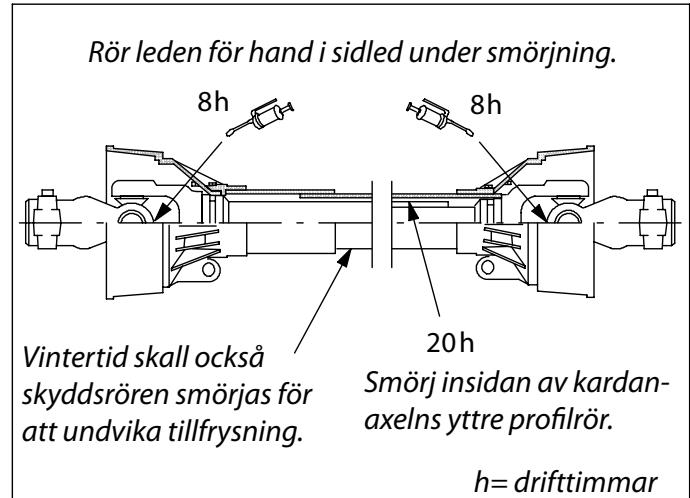

Bild 9. Kardanaxelns smörjpunkter och intervaller
- Smörj kardanaxeln före idrifttagningen och där efter regelmässigt enligt, bild 9.